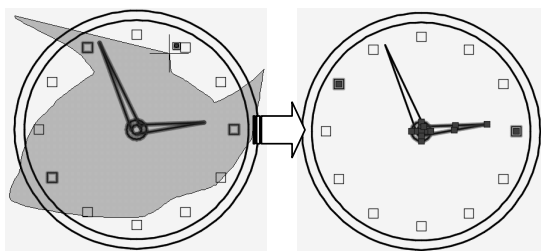

图 3-110 窗口套索选择效果
- 顺时针方向拖曳为窗口套索选择方式,如图 3-110 所示。